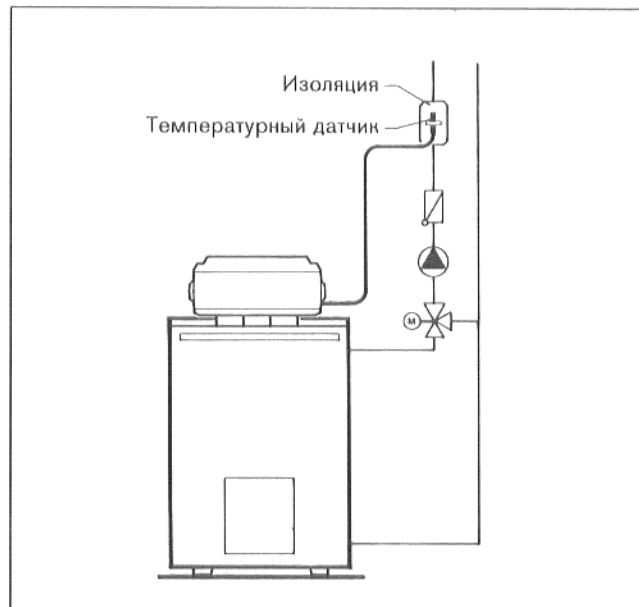

Рис. 1
2. Монтаж контактного датчика следует производить непосредственно за смесителем отопления и насосом отопительного контура, на трубе подводящего контура отопления (рис. 1).